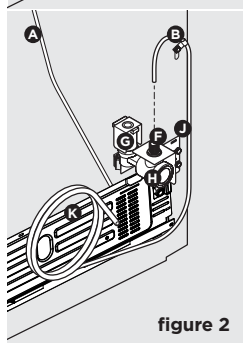

figure 2
- Si vous utilisez des tubes en acier inoxydable tressé**, l'écrou est déjà assemblé sur la tubulure. Glissez l'écrou dans l'entrée du robinet et serrez l'écrou à la main dans le robinet. Serrez d'un autre 1/2 tour avec une clé. **NE serrez PAS trop fort.** Voir la figure 2.